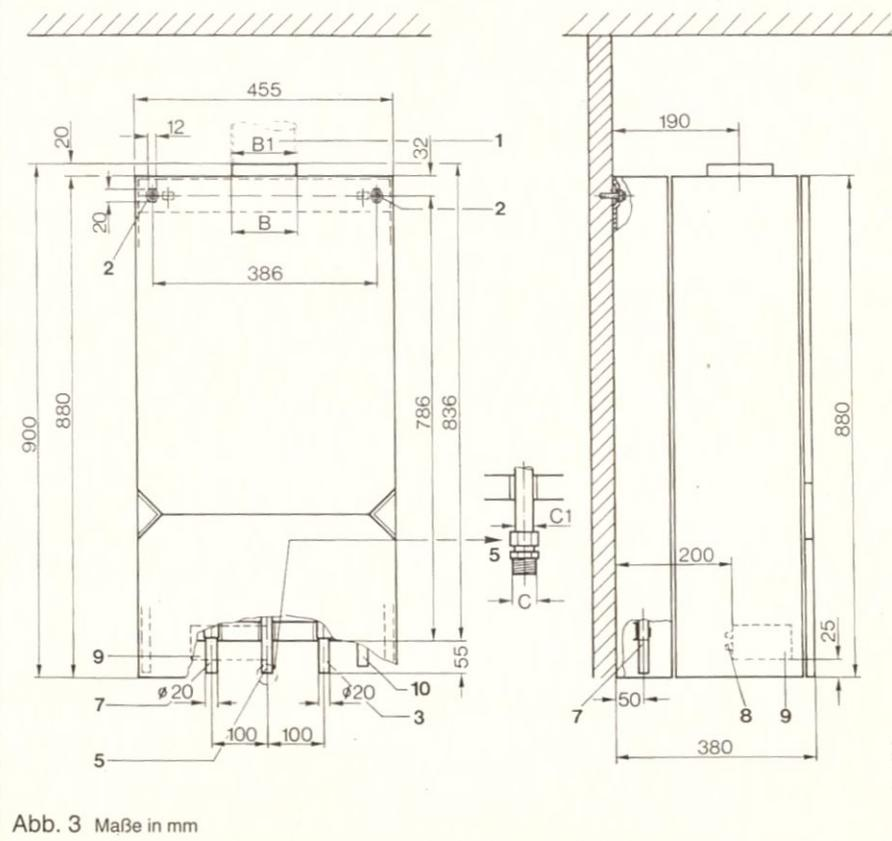

Abb. 3 Maße in mm
#### Legende zu Abb. 3
- Lage der Stockschrauben unter Berücksichtigung der Anschlußabmessungen des Gerätes (s. Abb. 3 und 4, Seite 4/5) festlegen.
Anschlußabmessungen aus den Abb. 3